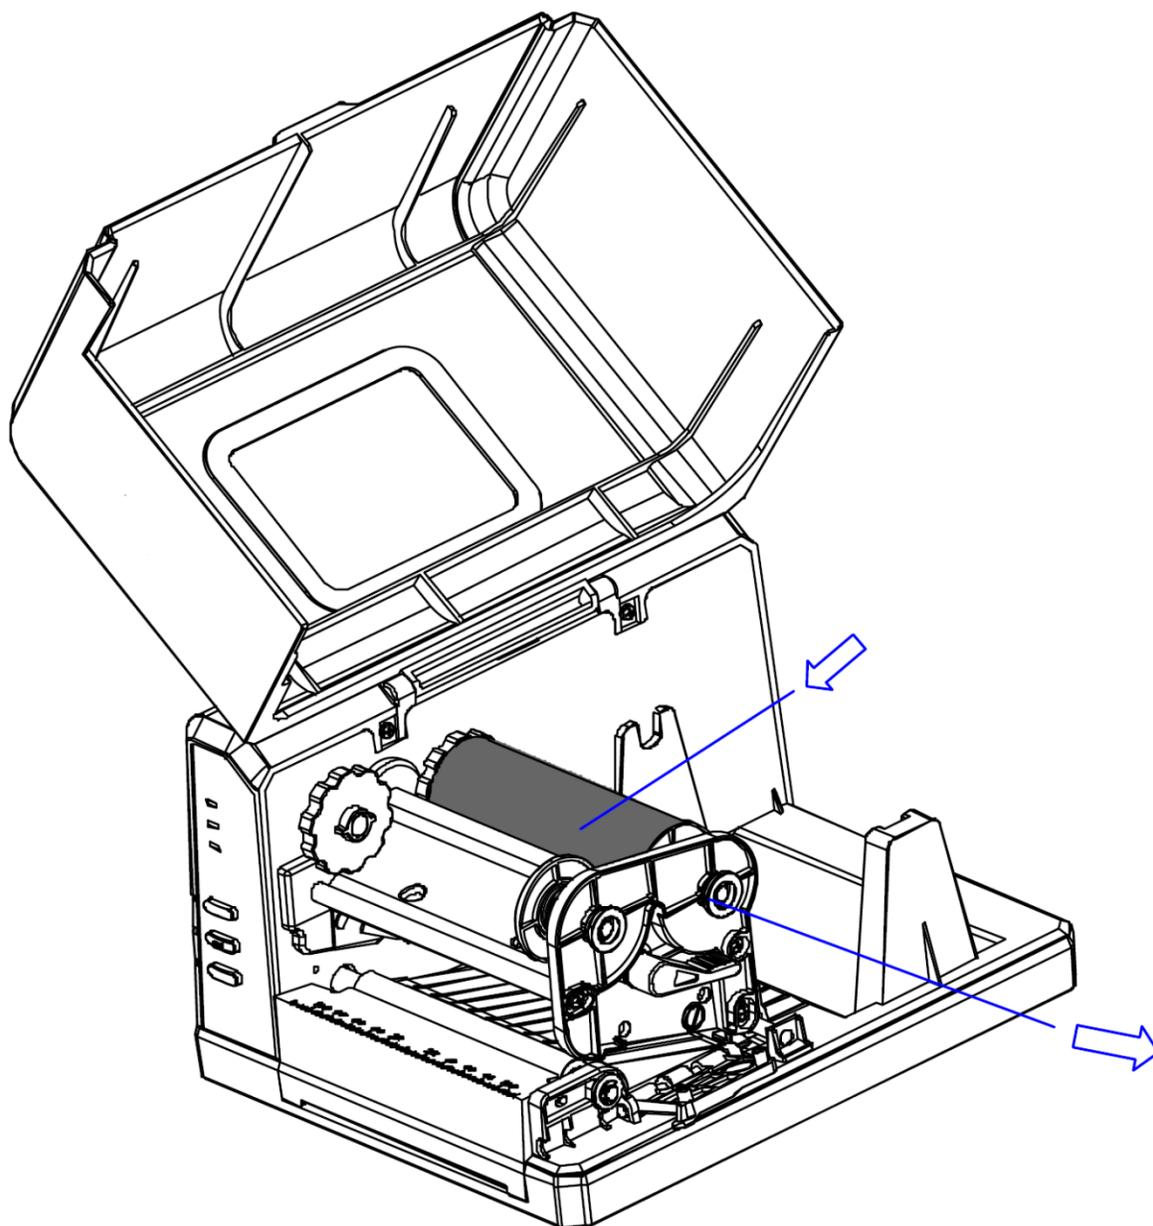

Figura 5-2
2. Retire la cinta de su empaque, y coloque el rollo en el área de Suministro de la cinta, retire la Perilla de Liberación de la Cinta para insertar el rollo, y permitir que el borde delantero de la cinta caiga debajo del módulo del Cabezal de Impresión. Asegúrese de que el lado de la tinta de la cinta esté mirando hacia abajo (véase la Figura 5-2).